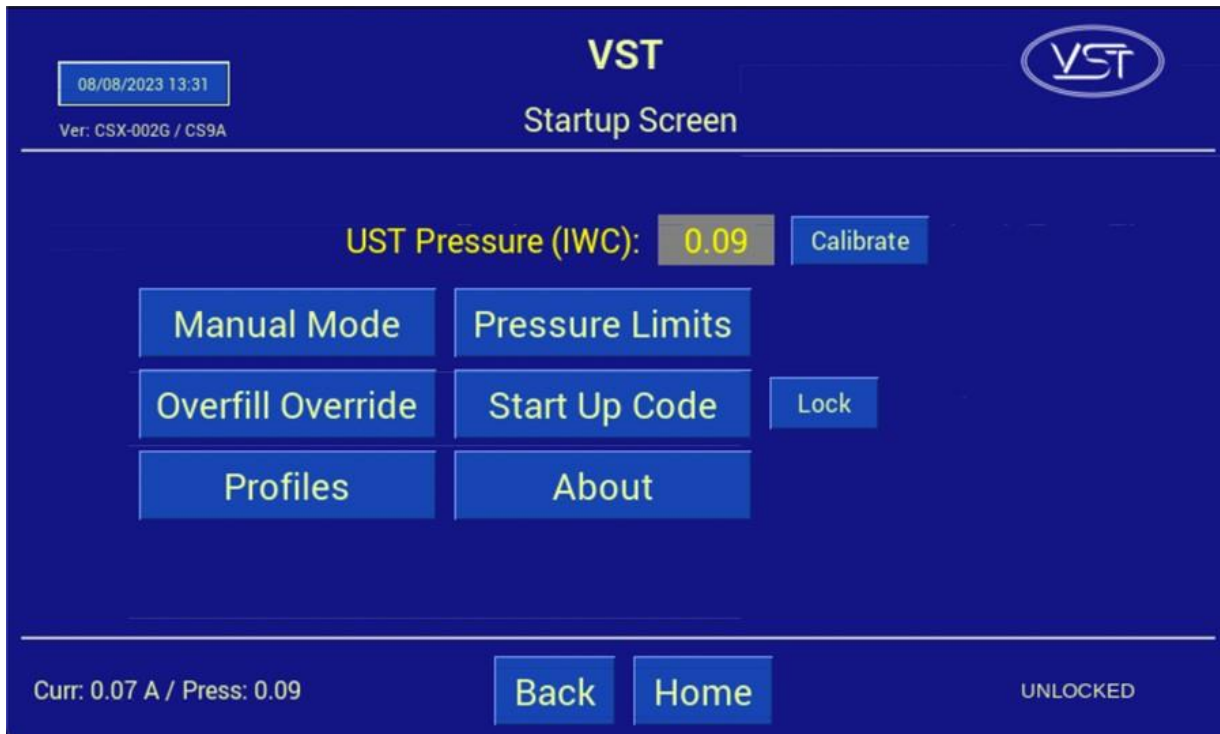

Figura 6-9: Pantalla de inicio
- Para anular manualmente la alarma de sobrellenado una vez finalizada la prueba, navegue hasta la pantalla de inicio. **Ver la Figura 6-9**
7. Presione el botón "Startup Code". **Vea la Figura 6-9**.